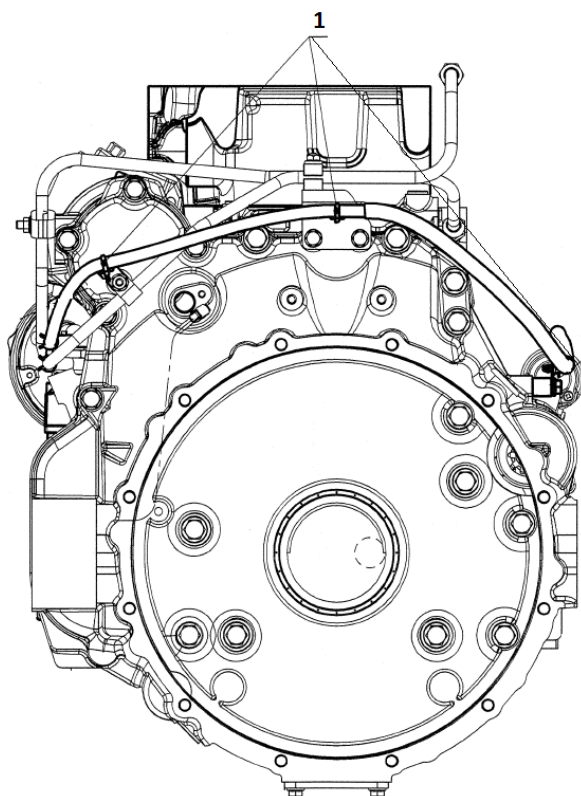

Рис. 10
Обрезать хомуты кабельные (1) рис. 10 крепления провода «стартер-генератор»